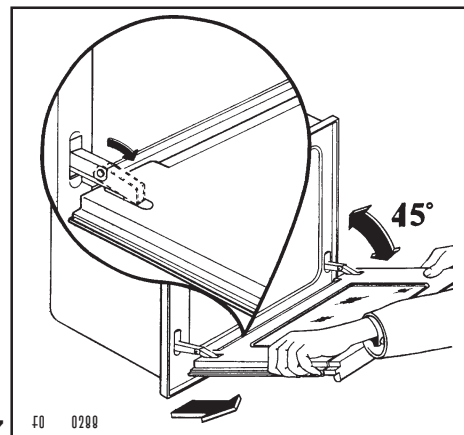

Рис. 7
- б) найдите две петли, с помощью которых она крепится к корпусу духового шкафа (Рис. 7);
- в) поднимите и поверните маленькие рычажки, расположенные в обеих петлях (Рис. 7);
- д) после этого осторожно выньте ее, потянув на себя (Рис. 7);